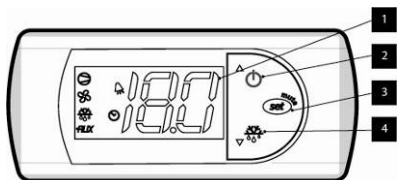

Abb. 36
5. Die Taste „SET“ (3) loslassen.
- „▲-Taste“ (Abb. 36/2) erhöht die Soll-Kühlwassertemperatur
- „▼-Taste“ (Abb. 36/4) verringert die Soll-Kühlwassertemperatur.
7. Die Taste „SET“ (Abb. 36/3) drücken. Die geänderte Soll-Kühlwassertemperatur wird gespeichert.
8. Um in den normalen Betriebsmodus zurückzukehren, die Taste „SET“ (Abb. 36/3) nochmals drücken.